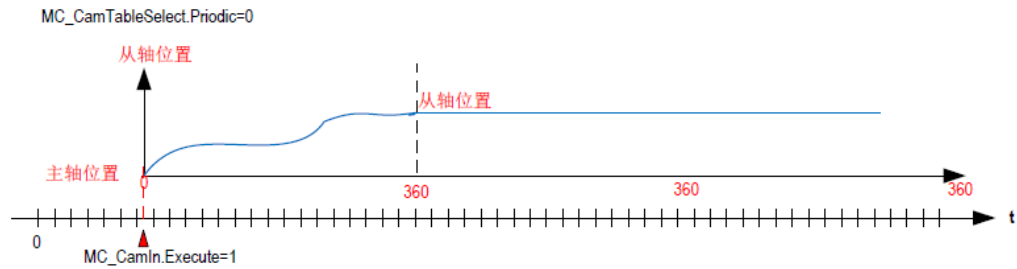

图 8-2 单周期模式
(1) 单周期模式 (Periodic:=0)：凸轮表周期运行完毕后，从轴脱离凸轮运行状态，如图 8-2 所示；